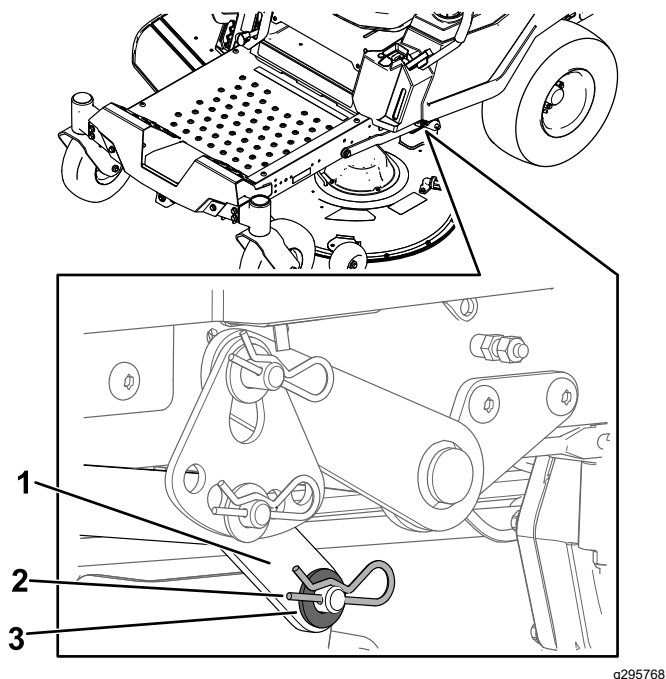

Figura 73
- Su 1 lato della macchina, togliete la rondella e la coppiglia dal perno del piatto di taglio (Figura 73).
- Togliete il braccio di sollevamento dal perno del piatto di taglio (Figura 73).
- Su 1 lato della macchina, sollevate la parte posteriore del piatto di taglio e installate il braccio di sollevamento sul perno del piatto di taglio (Figura 73).
- Installate il braccio di sollevamento utilizzando la rondella e la coppiglia (Figura 73).